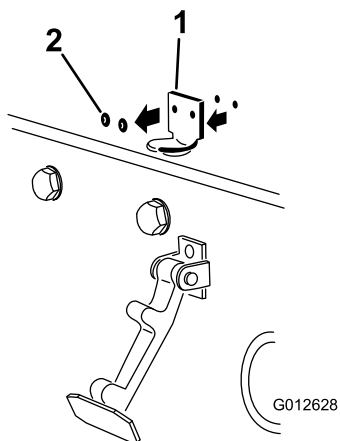

Рисунок 5
2. Удалите две заклепки, крепящие кронштейн защелки капота к капоту (Рисунок 5).
Примечание: Стопорный кронштейн должен быть прижат к капоту (Рисунок 5). Не снимайте болт с гайкой в сборе с рычага стопорного кронштейна.